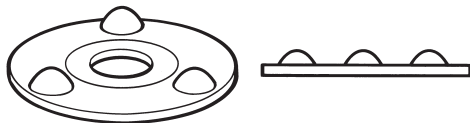

Рис. 3
- Открутите крышку и снимите капсулу (4), пружину (5) и проставку (6).
- Установите новую капсулу и закрутите крышку, используя новое кольцо (3), которое устанавливается в канавку в верхней части крышки.
**Прим. 1:** Проставки ранних моделей (рис. 3) могли устанавливаться только в одном положении. Проставки последних моделей имеют выступы с двух сторон и могут устанавливаться в любом положении.